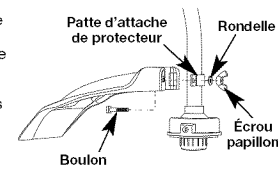

Fig. 3
2. De l'intérieur de la patte d'attache de l'écran de coupe, poussez le boulon carré dans le trou jusqu'à ce que l'extrémité fileté dépasse de la patte d'attache de l'écran (Fig. 3).